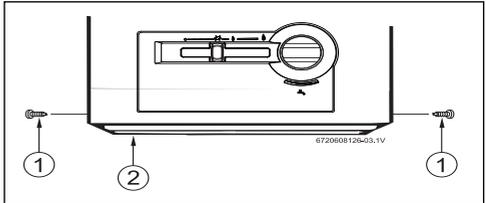

Fig. 5 Illustration du plateau à particules incandescentes
- ▶ Installez le plateau à particules incandescentes à l'aide des vis fournies, comme le montre la Fig. 5.